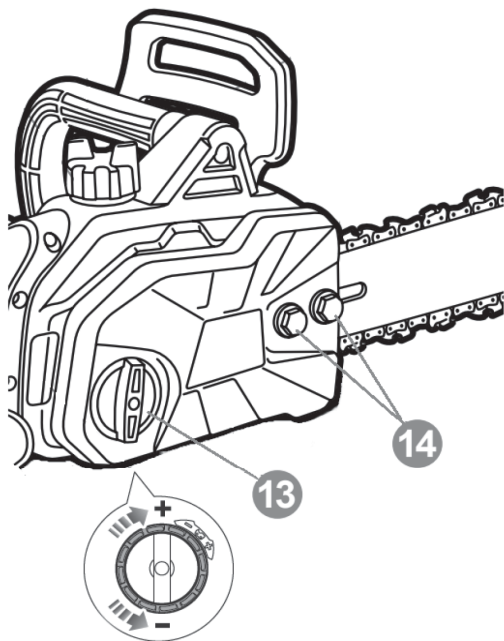
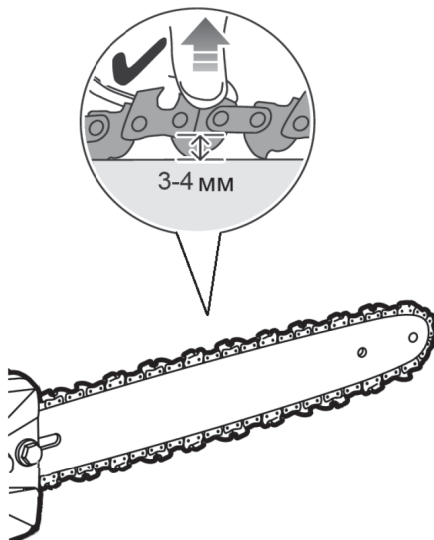

Рис. 10
Рис. 11
1. Ослабьте гайки 14 (рис. 10) вращая их против часовой стрелки.
2. Приподнимите переднюю часть шины вверх, и удерживая ее, крутите ручку натяжения цепи 13 (рис. 10) по часовой стрелке до тех пор, пока цепь не будет плотно прилегать к нижней части шины. Затем возьмите цепь посередине шины с верхней части и приподнимите верх. Хвостовики цепи не должны выходить из направляющего паза шины на высоту более 3–4 мм (рис. 11).
3. Зафиксируйте шину гайками 14 (рис. 10).